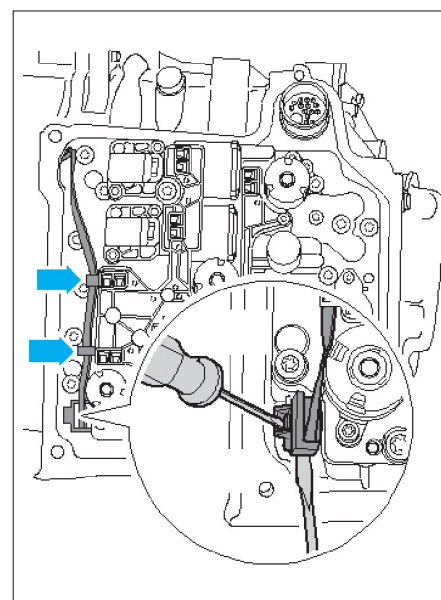

Fig. 17
- A l'aide d'un petit tournevis, déverrouiller le connecteur du capteur de régime d'entrée de boîte et la sonde de température d'huile dans l'embrayage puis dégager simultanément le tout avec précaution en utilisant un second tournevis (Fig.17).